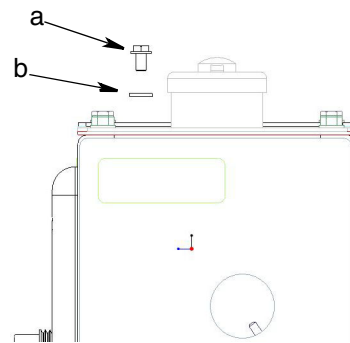

ABB. 2
1. Die Erdungsschraube (a) lösen (ABB. 2) und eine Seite eines Erdungsdrahts mit mindestens 1,5 mm Durchmesser zwischen die Erdungsschraube und die Scheibe (b) stecken.